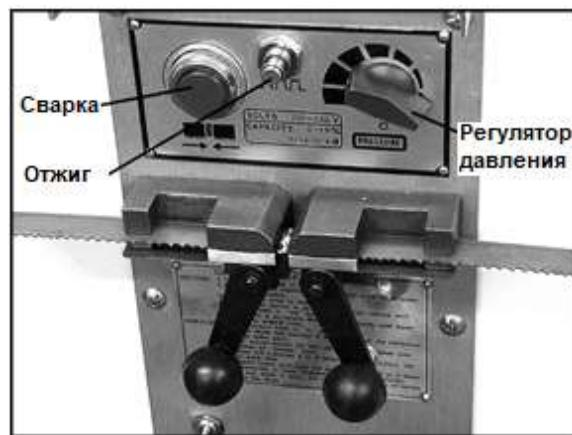

Рис. 13.
3. Установите ручку регулировки давления (Рис. 13) на "0" (вниз). ПРИМЕЧАНИЕ: при повороте ручки вы ощутите сопротивление.
7. Нажмите и удерживайте кнопку включения сварочного устройства (Рис. 13). Когда кнопка нажата, левый зажим смещается к правому и сдавливает концы полотна между собой. Одновременно с этим, через зажимы пропускается ток и происходит сварка полотна с образованием искр. Не отпускайте кнопку до тех пор, пока сварной шов не раскалится докрасна.
- Быстро нажмите и отпустите кнопку включения отжига (Рис. 13). Повторяйте это